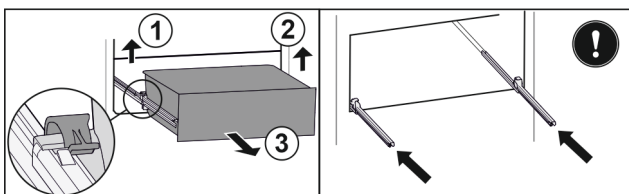

Fig. 34
- ▶ Linke Klemme anheben und gleichzeitig Schubfach links nach vorne ziehen. Fig. 34 (1)
- ▶ Rechte Klemme anheben und gleichzeitig Schubfach rechts nach vorne ziehen. Fig. 34 (2)
- ▶ Schubfach nach vorne entnehmen. Fig. 34 (3)